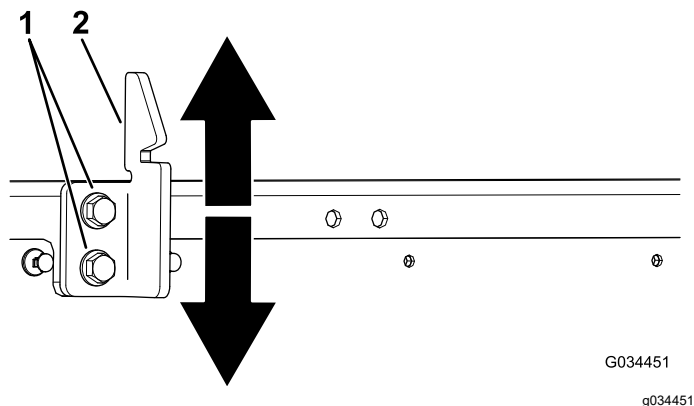

Figura 53
3. Afloje los 2 pernos en el cerradero del cierre de la plataforma y desplácelo hacia arriba o hacia abajo, en función de si está demasiado alto o bajo (Figura 53).
4. Apriete los 2 pernos del cerradero del cierre de la plataforma (Figura 53).